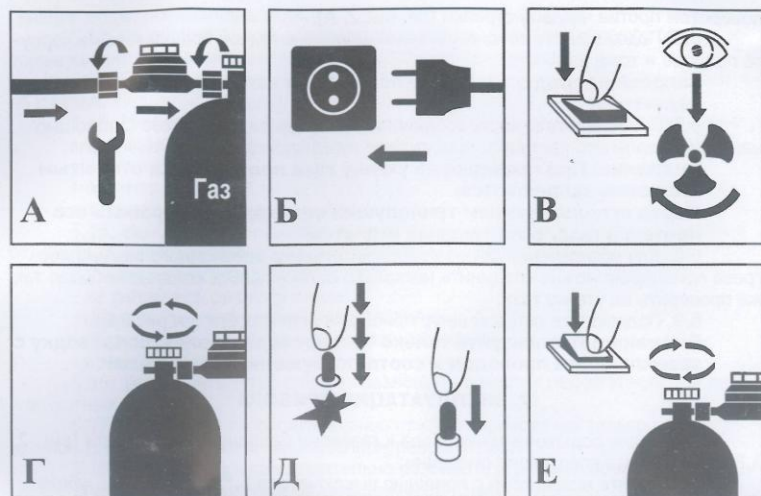

Рис.2. Подключение и отключение прибора.
поворотом против часовой стрелки (см. рис.2, А).
6.9. Подключите сетевой шнур прибора к электросети (см.рис.2,Б).
7.1. После подключения прибора к газовому баллону и электросети (рис. 2, А,Б) произведите следующие операции:
- включите вентилятор с помощью выключателя "  " (рис.2В) , убедитесь, что вентилятор вышел на рабочие обороты, для исключения взрыва паров газа, скопившихся в камере сгорания;
- откройте вентиль газового баллона (рис.2Г);
- нажмите кнопку предохранительного клапана (желтая) и, удерживая ее в таком положении, периодически нажимайте на пьезоэлектрический пуск (красная) (рис.2Д);
- Закрутите вентиль подачи газа на баллоне по часовой стрелке до упора (рис.2Е).